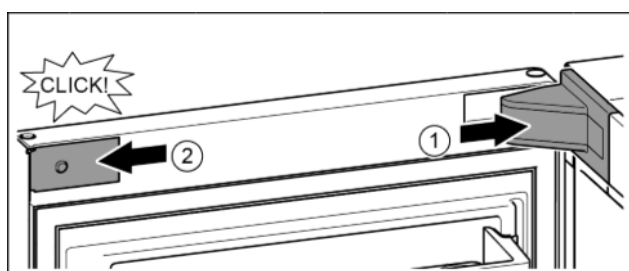

Fig. 21
- ▶ Nasadte a zaklapněte kryt stojanu ložiska, příp. opatrně přitlačte od sebe. Fig. 21 (1)
- ▶ Z boku nasadte záslepku a zaklapněte. Fig. 21 (2)